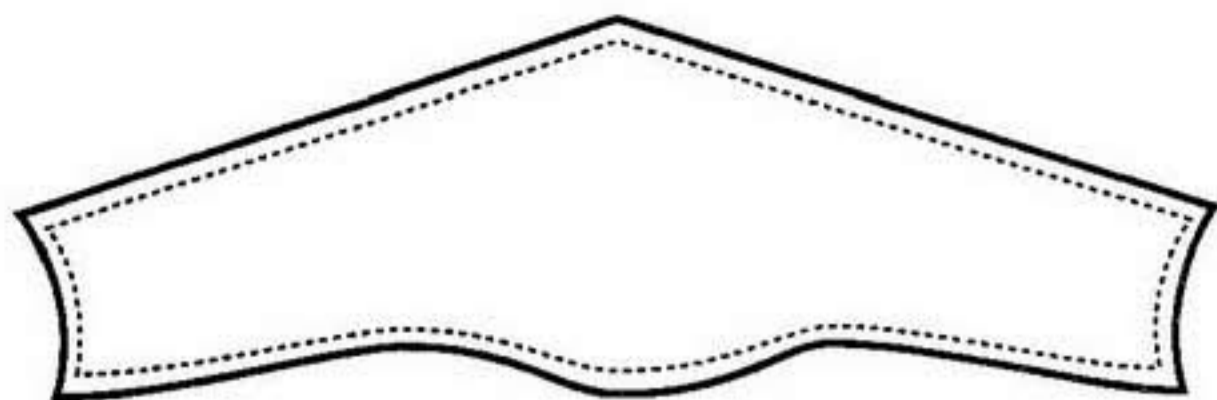

Рис. 80
1. Отмеряя последовательно по 5 мм на протяжении всей линии, ставьте отметки (рис. 80), а потом соедините их.